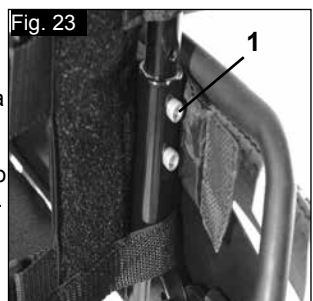

Fig. 23
L'altezza dello schienale può essere impostata in 2 o 3 posizioni diverse a seconda del modello (41 cm, 43,5 cm e 46 cm). Allentare e rimuovere i bulloni (1)+(2) e spingere il tubo dello schienale nella posizione desiderata. Stringere i bulloni (Fig. 23).